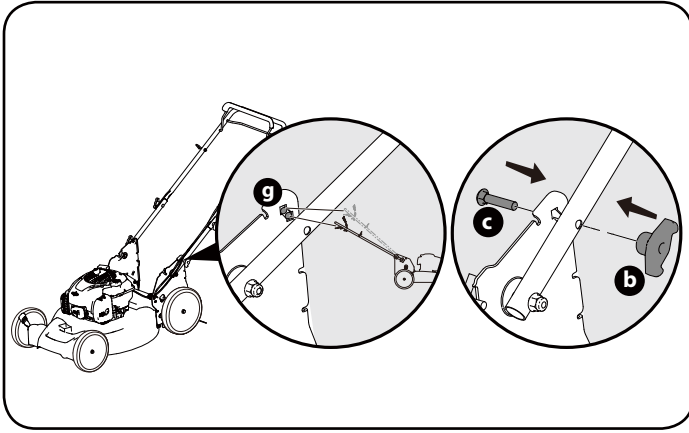

Figura 5
5. Puede ajustar la altura de la manija cambiando los orificios (g) de las perillas (b) y los pernos (c). (Figura 5)